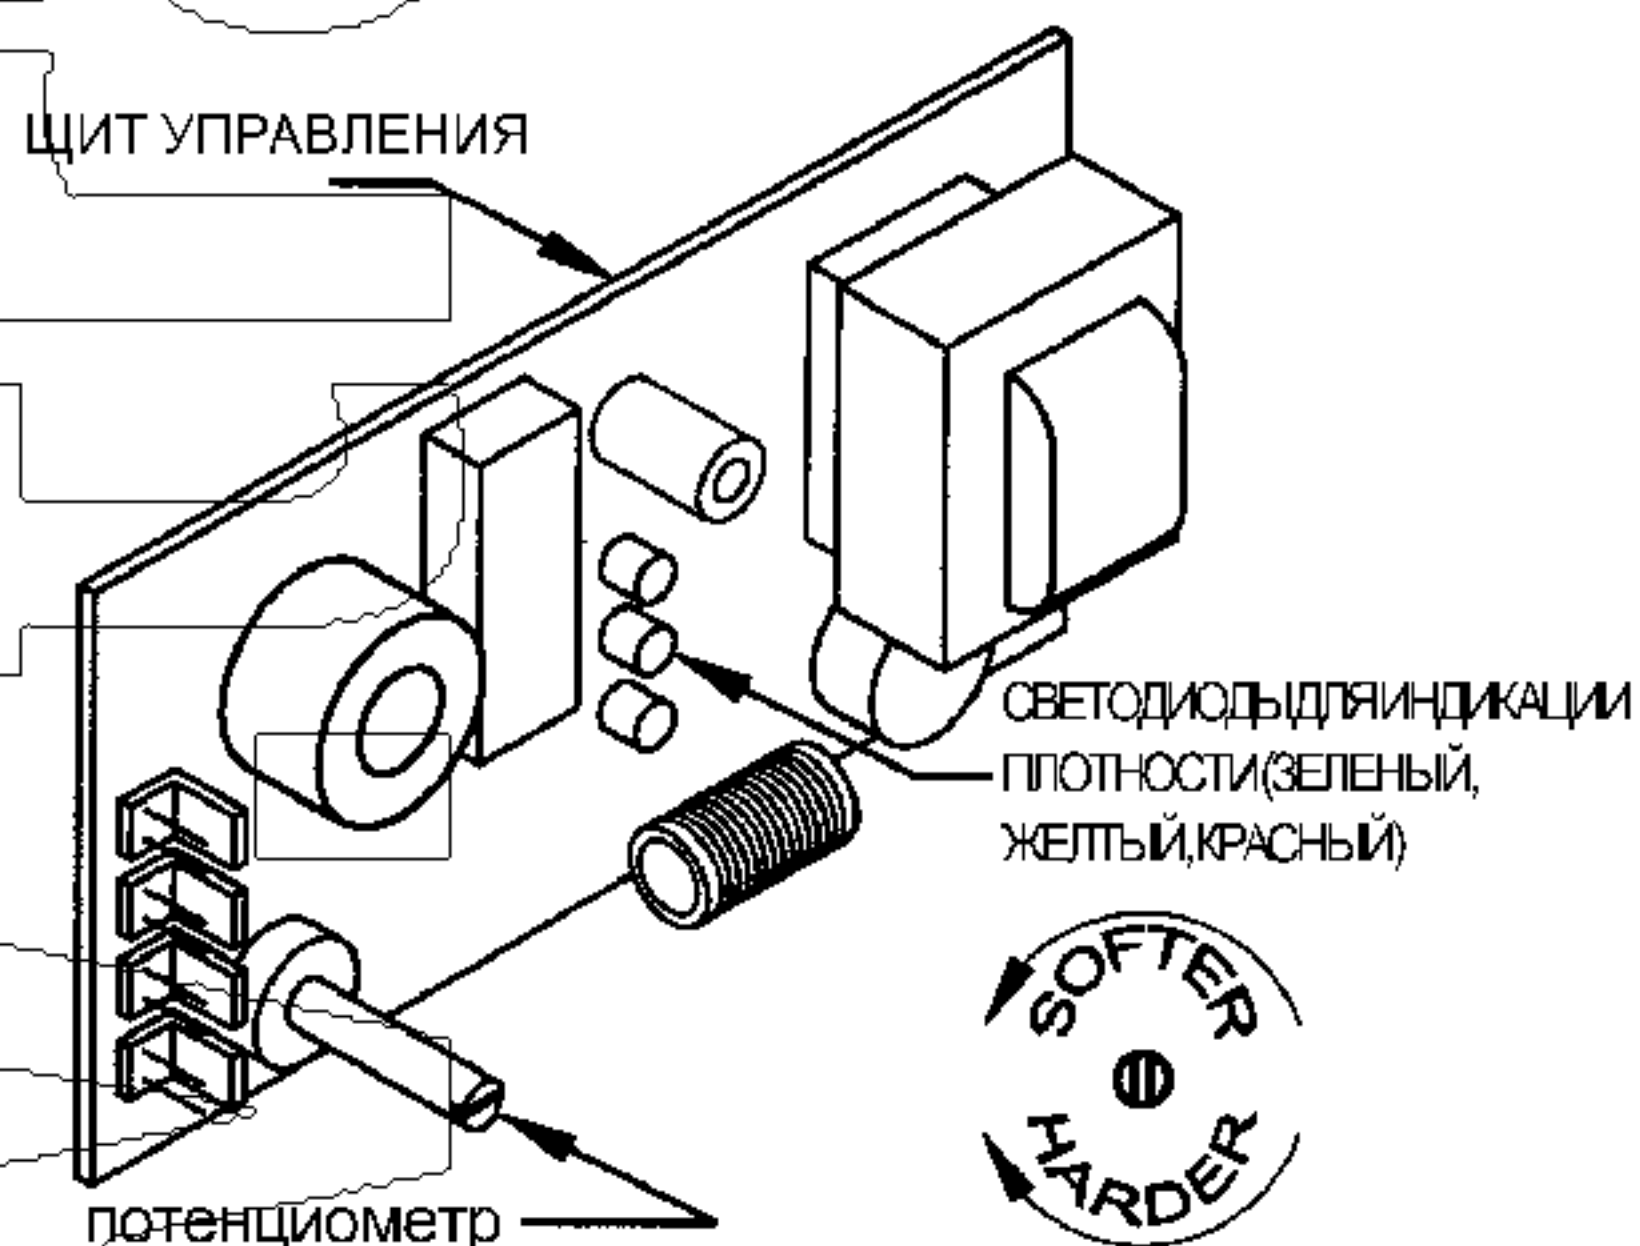

Рис. 28. Электронное устройство регулировки плотности
2. С помощью маленькой корончатой и изолированной отвертки установите устройство регулирования (потенциометр) в положение двенадцать часов (рис. 28). Поверните потенциометр по часовой стрелке, для того чтобы увеличить твердость продукта, и против часовой стрелки, для того чтобы сделать его мягче.
4. Обратите внимание на три светодиода (зеленый, желтый и красный) на рис. 28. Они используются как ориентиры при регулировке плотности. Вначале все светодиоды выключены. Это указывает на то, что смесь слишком жидкая. Теперь включается компрессор.